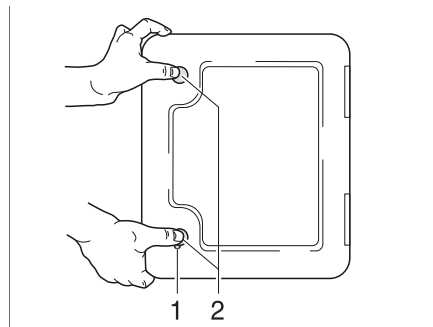

Fig. 153 Portillon pour la toilette à cassette
- Ouvrir le portillon pour la cassette à l'extérieur du véhicule. Insérer pour cela la clé dans le barillet du verrou de pression (Fig. 153,1) et la tourner d'un quart de tour.
- Appuyer du pouce et simultanément sur les deux verrous de pression (Fig. 153,2) et ouvrir le portillon pour la cassette.